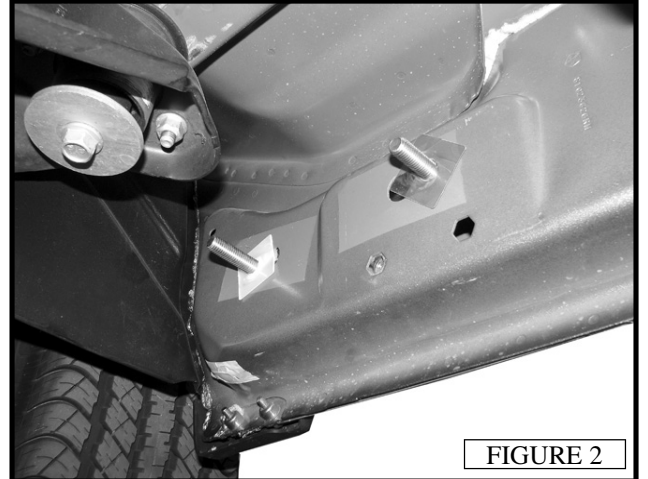

FIGURE 2
4. Partially thread (1) M11 plastic retainer to (1) M12 stud plate, then insert it into the most frontal slot. Tighten the plastic retainer so the stud plate is secure. (FIGURE 2)
7. Unscrew the vehicle's body mount bolt located to the left of the mounting bracket. Attach (1) mount support bracket between the body mount and body mount bolt assembly. (FIGURE 2)
4. Fileter partiellement (1) arrêtoir M11 à (1) plaque à goujon M12, puis l'insérer dans la fente l a plus frontale. Serrer l'arrêtoir pour que la plaque à goujon soit solidement fixée. (FIGURE 2)
7. Dévisser le boulon de support de la carrosserie du véhicule situé sur la gauche du support de fixation. Attacher (1) support de fixation entre le support de la carrosserie et le boulon de support de l'assemblage de la carrosserie. (FIGURE 2)